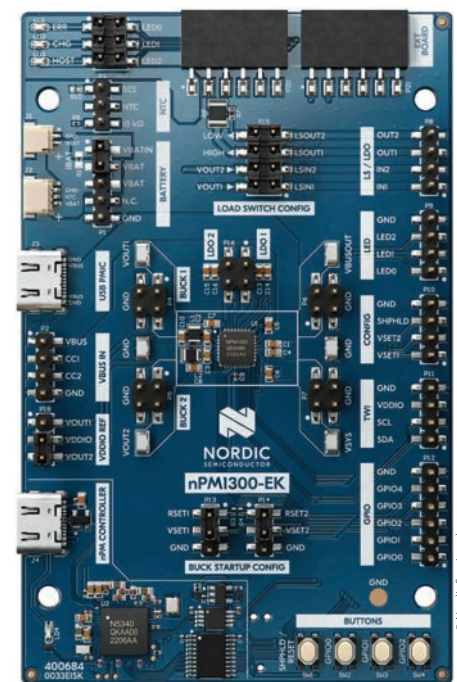

Figura 3 Kitul de evaluare de la Nordic nPM1300, având în centru dispozitivul PMIC nPM1300.
Eroarea standard rămâne sub $\pm 3\%$ atunci când bateria funcționează în condițiile sale nominale, precizia fiind menținută prin compensarea temperaturii în toată gama temperaturilor de operare a bateriei. Algoritmul de măsurare a nivelului de încărcare poate fi executat pe majoritatea SoC-urilor gazdă de la Nordic, precum și pe alte SoC-uri de pe piață. Pentru a crea modelul bateriei, inginerii pot efectua o analiză a bateriei lor folosind **kitul de evaluare (EK) nPM1300** (figura 3) și extensia nPM Fuel Gauge Board.